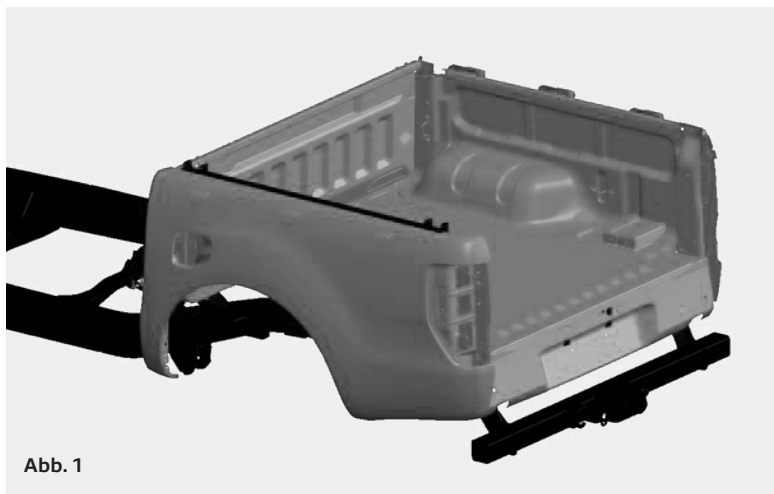

Abb. 1
- 1 Im ersten Schritt wird der untere Rahmen (PHBRUF135/155) mit der Ladefläche verschraubt. Dafür muss der Rahmen mittig platziert werden. Nun müssen Löcher gebohrt werden, damit die Gewindenieten gesetzt werden können. ACHTUNG! Messen kannst du zweimal, bohren nur einmal! Die beiden Rähmen müssen parallel zueinander an beiden Ladeflächenseiten montiert werden. Verwende hierfür pro Seite mindestens 4x M8 Gewindenieten, sowie die beiliegenden DIN933 M8x25mm Schrauben u. Beilagscheiben Abb. 1. Die Löcher müssen mit einer Epoxid Grundierung und Decklack behandelt werden, anschließend wird Korrosionsschutzwachs aufgetragen. Wir geben keine Gewährleistung bei Rostbefall der gebohrten Stellen. Um den Lack der Ladefläche zu schonen, können jetzt die beigelegten Gummistreifen auf die Ladeflächenkante gelegt werden. Auf der vorletzten Seite findest du eine kurze Erklärung zum beigelegten Nietwerkzeug. Wir empfehlen dennoch eine Gewindenietzange zu verwenden!
In the first step, the lower frame (PHBRUF135 / 155) is bolted to the truck bed. To do this, the frame must be placed in the middle of the bed. Now holes must be drilled so that the rivnuts can be set. ATTENTION! Measure twice, drill once! The two frames must be mounted parallel to each other on both sides of the truck bed. Use at least 4x M8 rivnuts per side, as well as the enclosed DIN933 M8x25mm bolts and washers Abb. 1. In the next step, the drilled holes must be treated with an epoxy primer and a topcoat paint, then anti-corrosion wax is applied. We do not give any guarantee if the drilled areas are going to rust. To protect the paint of the truck bed, the rubber pads can now be placed on the edge of the bed. On the penultimate page you will find a brief explanation of the enclosed riveting tool. Nevertheless, we recommend using thread riveting pliers!